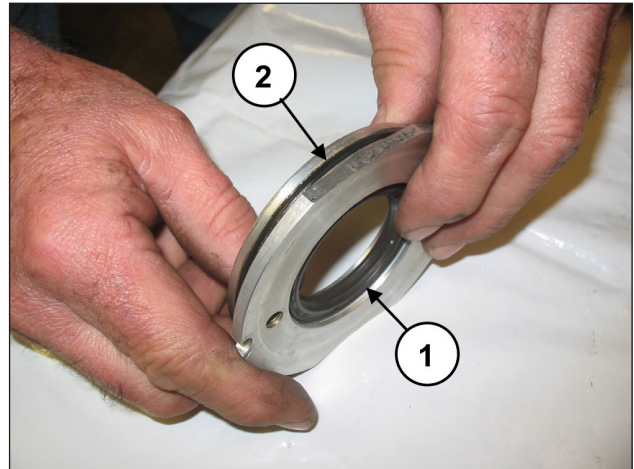

Abb. 120
Ersetzen Sie den Ölabbstreifring (Pos. ①, Abb. 120) und den äußeren O-Ring (Pos. ②, Abb. 120).